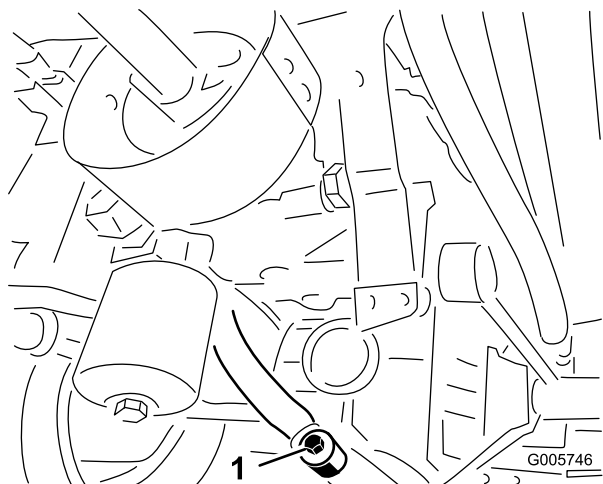
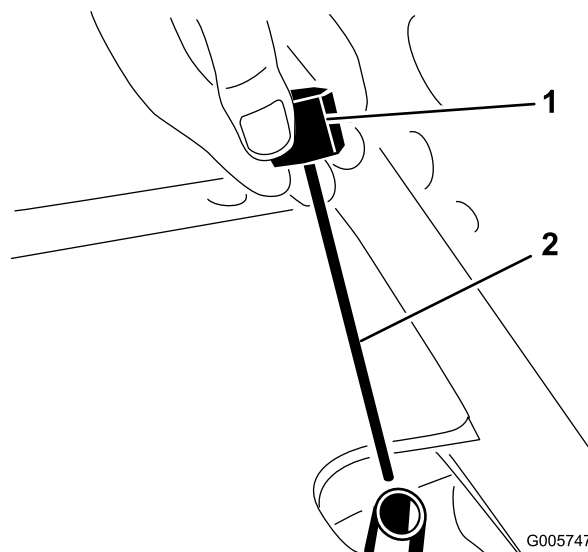

Figura 75
Figura 76
4. Retire el tapón de llenado, situado entre la carcasa del eje y el filtro de aceite, y deje que el aceite fluya a un recipiente apropiado (Figura 75).
6. Instale el tapón de vaciado (entre la carcasa del eje y el filtro) (Figura 75).
7. Retire la varilla del tubo de llenado del eje (Figura 76) y llene el eje hasta el nivel correcto con aceite hidráulico; consulte la tabla anterior.
9. Espere dos minutos más, luego retire la varilla y compruebe el nivel de aceite del eje (Figura 76). Si el nivel es bajo, añada aceite hasta que el nivel llegue a la muesca de la varilla (Figura 76). Si el nivel es demasiado alto, retire el tapón de vaciado (Figura 75) y deje salir aceite hasta que el nivel llegue a la muesca de la varilla.